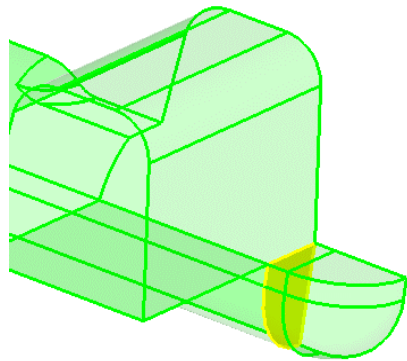

图 3-22 分割实体
- (5) 单击 trim 按钮产生一个分型面, 模型被分割成两个部分, 如图 3-22 所示。